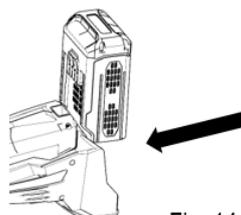

Fig.14
1. Inserte la batería en las ranuras hasta que escuche un sonido "clic" (Fig. 14).